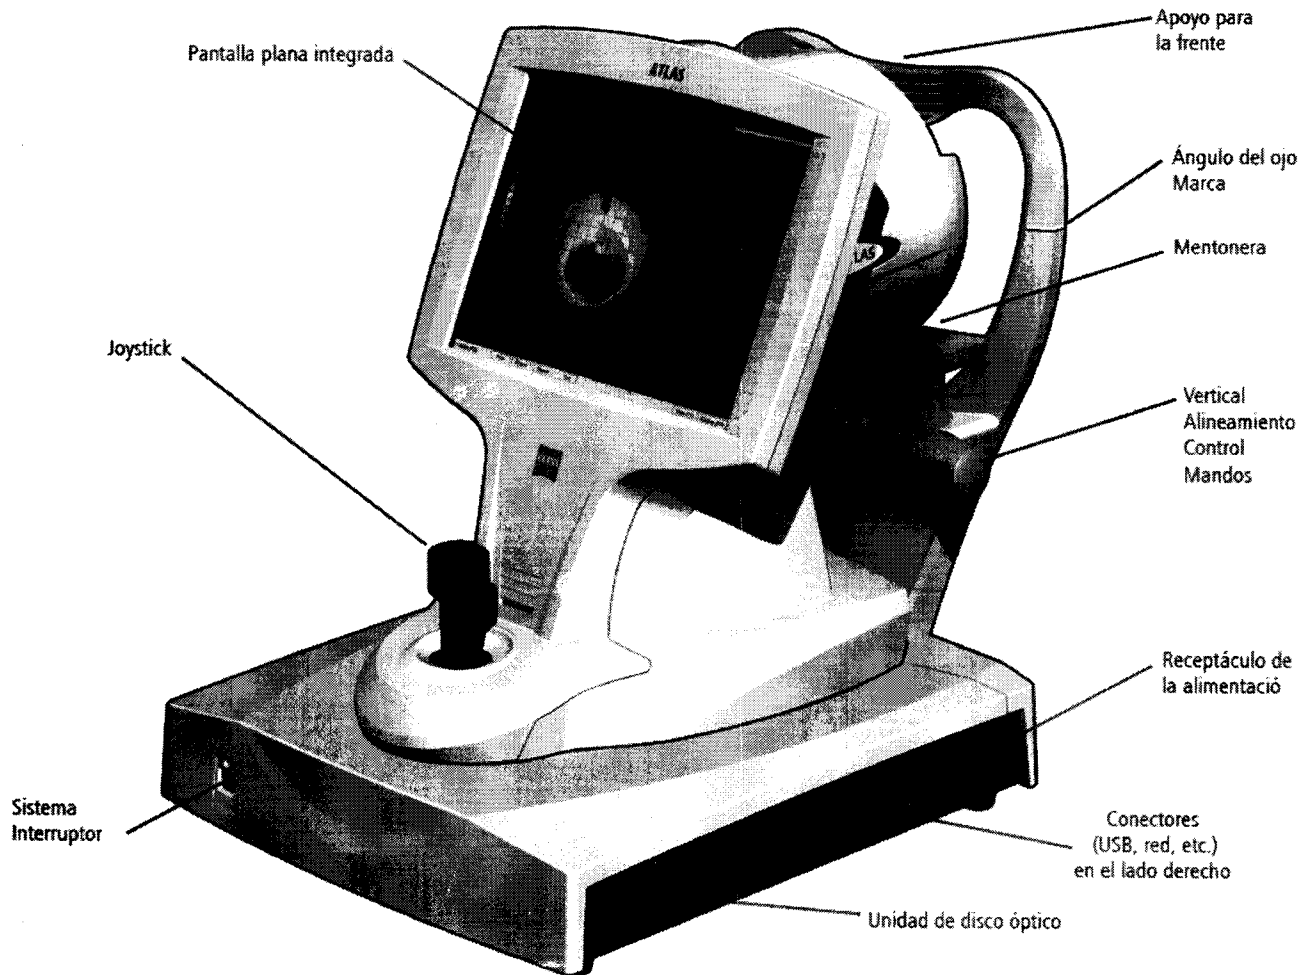
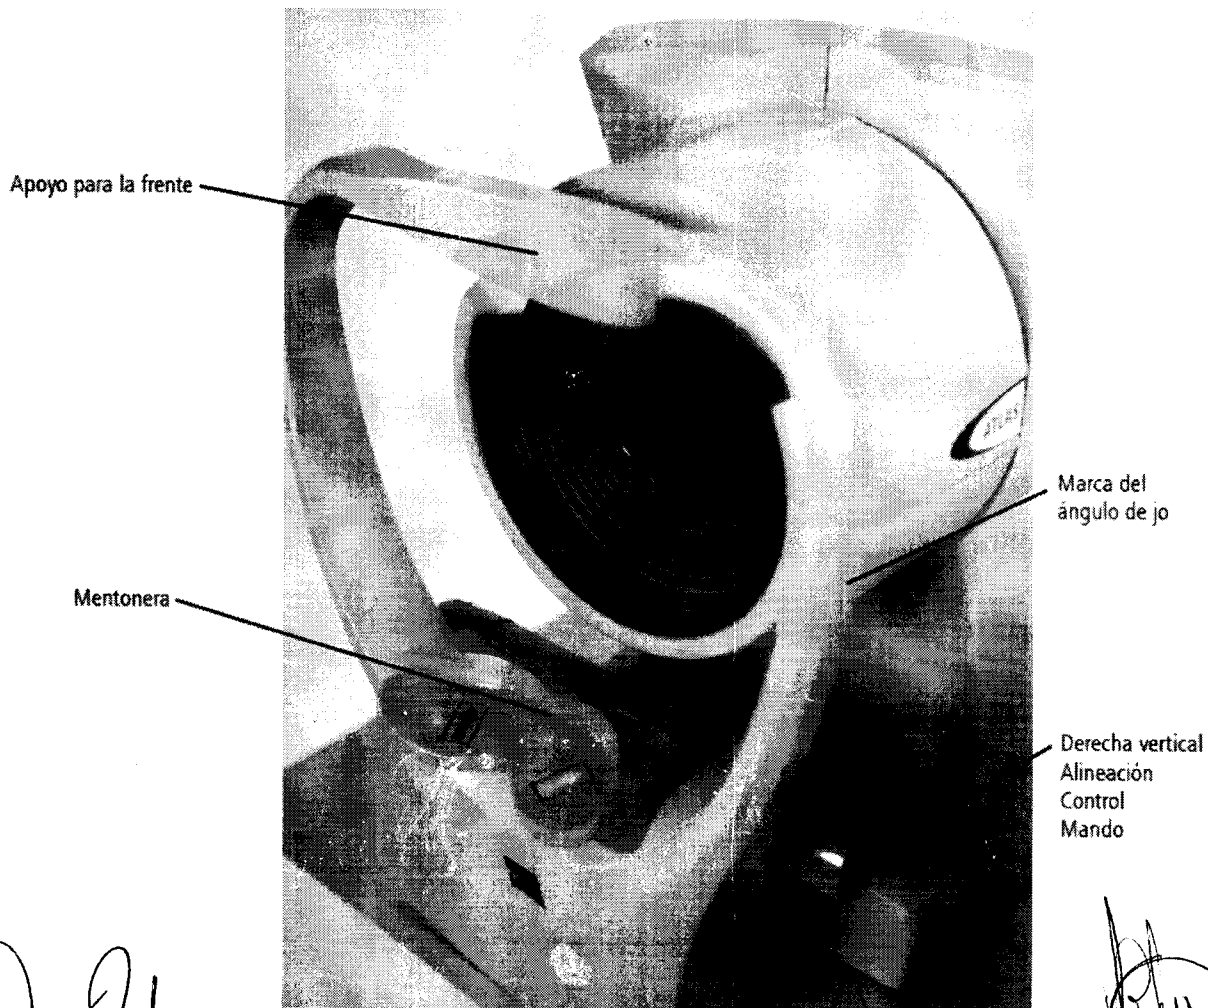

Figura 1-1 Hardware del Sistema ATLAS
Figura 1-2 Conjunto de la mentonera
Con la excepción del teclado y la impresora, el Sistema ATLAS integra todos los componentes de hardware en una unidad, que incluye los componentes ópticos para la adquisición de imágenes, el PC del sistema y una pantalla plana. Carl Zeiss Meditec ofrece una mesa motorizada opcional (Figura 1-5 y Figura 1-12), que incluye un mecanismo de ajuste de elevación que permite adaptarla a la altura de cada paciente. En la siguiente ilustración (Figura 1-1) se señalan los componentes del hardware. Las especificaciones del sistema se encuentran en (K) Especificaciones.
El conjunto de la mentonera (Figura 1-2) sostiene la barbilla y la frente del paciente durante un examen. La mentonera se puede ajustar verticalmente para alinear el ojo del paciente con la cámara mediante los botones de mando a izquierda y derecha (consulte Figura 1-1 y Figura 1-2). Puede subir o bajar la mentonera para alinear el ángulo del ojo (raballo del ojo) con las marcas del ángulo del ojo en el conjunto de la mentonera. Esta mentonera dual especial minimiza la presencia de la sombra de la nariz durante el examen.